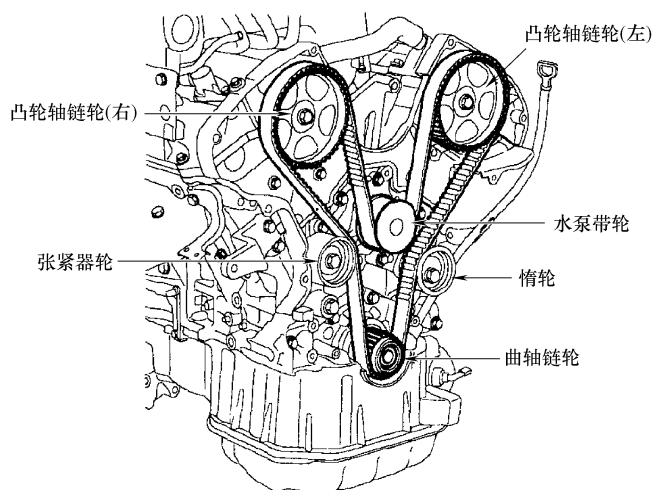

图 31-44 安装正时带
7) 按照曲轴链轮-惰轮-凸轮轴链轮 (左)-水泵带轮-凸轮轴链轮 (右)-张紧器带轮的顺序, 安装正时带, 如图 31-44 所示。